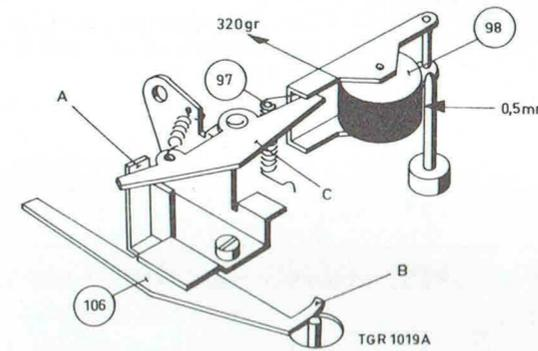

Fig. 8
de 0,5 mm ; ce réglage peut être obtenu en courbant la patte « A » sur l'étrier rep. 106 (voir fig. 8).
Contrôle (voir fig. 8).
Galet presseur rep. 98 (voir fig. 8).
- La force avec laquelle le galet presseur est appliqué contre le cabestan doit être de 320 g environ (mesurée suivant fig. 8).